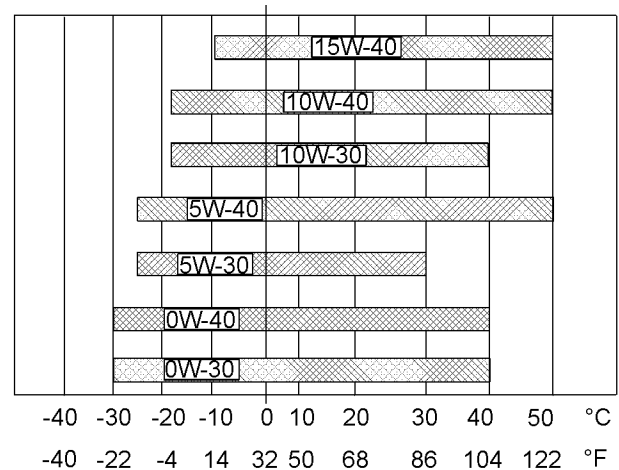

Abbildung 57
Informationen zur Bestimmung der erforderlichen Ölviskosität beim Starten eines kalten Motors sind der Abbildung 57 (Tiefsttemperatur) zu entnehmen.
Zur Bestimmung der notwendigen Ölviskosität für den Motorbetrieb bei der höchsten zu erwartenden Umgebungstemperatur siehe Abbildung 57 (maximale Temperatur).
- Siehe die entsprechenden "Schmierstoffviskositäten" . Siehe die entsprechende Abbildung 57 , um den richtigen Viskositätsgrad für den Motor zu bestimmen.